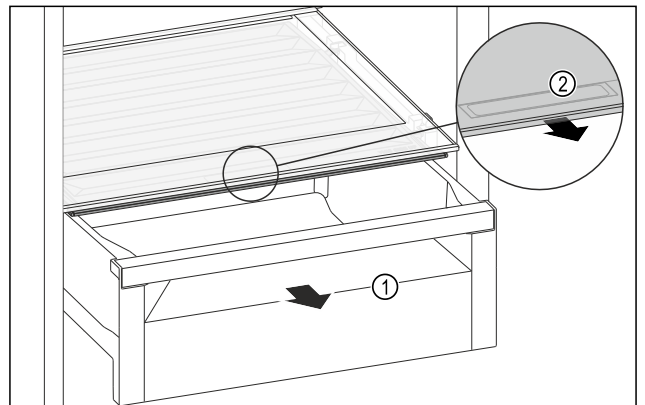

Fig. 212
- ▶ Ištraukite įstumiamą stalčių Fig. 212 (1).
- ▶ Suimkite stalčiaus dangčio įleidžiamą rankeną Fig. 212 (2) ir patraukite stalčiaus dangtį tuo pačiu metu į priekį.